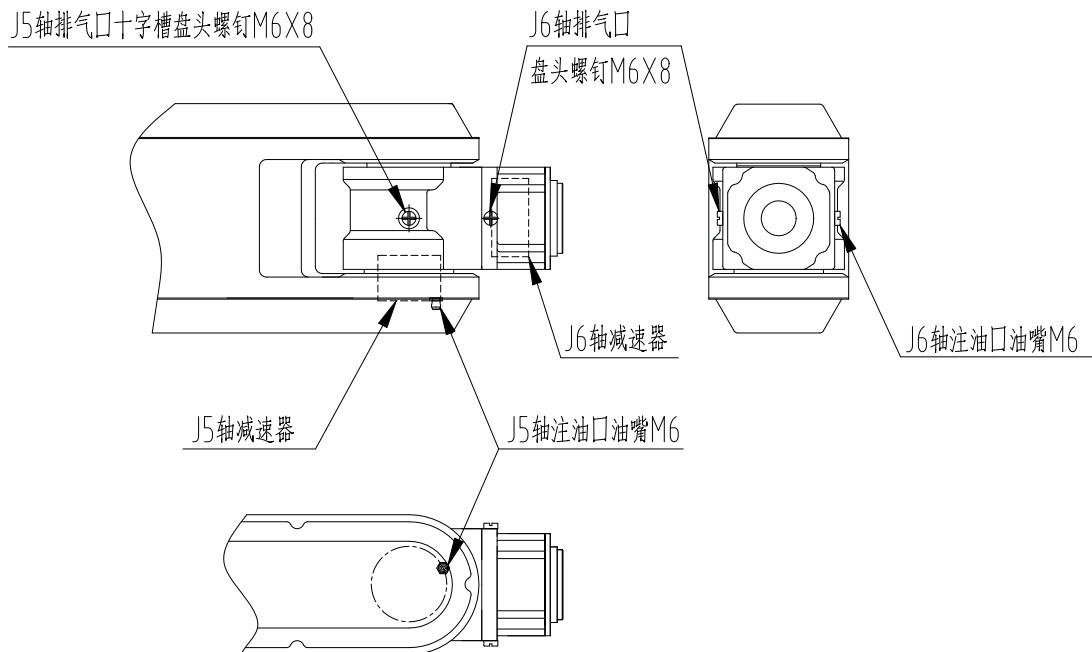

图 17 J5、J6 轴减速机局部结构
- ② 取下注油口的螺丝堵，在注油口上安装 M6 油嘴;
- ③ 用油枪从注油口分别为 J5、J6 轴注入润滑脂(参考图 17 J5、J6 轴减速机局部结构);